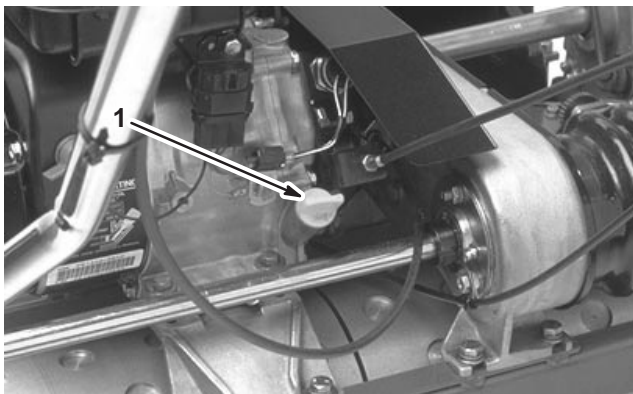

Figure 7
1. Positionnez la tondeuse de sorte que le moteur soit de niveau (Fig. 7).